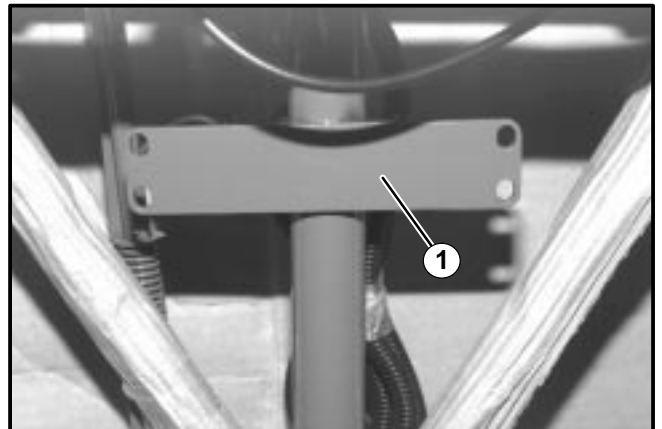

FIGURA 17
13. Para motores Briggs afloje y quite los dos (2) tornillos de 10mm que están asegurando la cubierta de la válvula de regulación al motor. Mueva la cubierta de la válvula de regulación hacia adelante para permitir el acceso a la válvula de regulación. Vea la figura 17.
29. Inserte los dos (2) amarres de cable de 15 1/2" (394mm) a través de los orificios de la place de montaje con literatura (Vea la Figura 17). Asegure el tubo con literatura usando los amarres del cable.